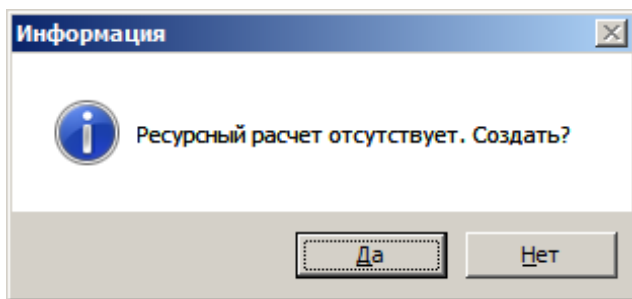

Рис. 1. Диалоговое окно
- в структурной части **Менеджера** выделите объект, затем в содержательной панели нажмите на кнопку . Если для данного объекта расчет не создавался, появится диалоговое окно **Ресурсный расчет отсутствует. Создать?**. Нажмите **Да** (см. рис. 1).